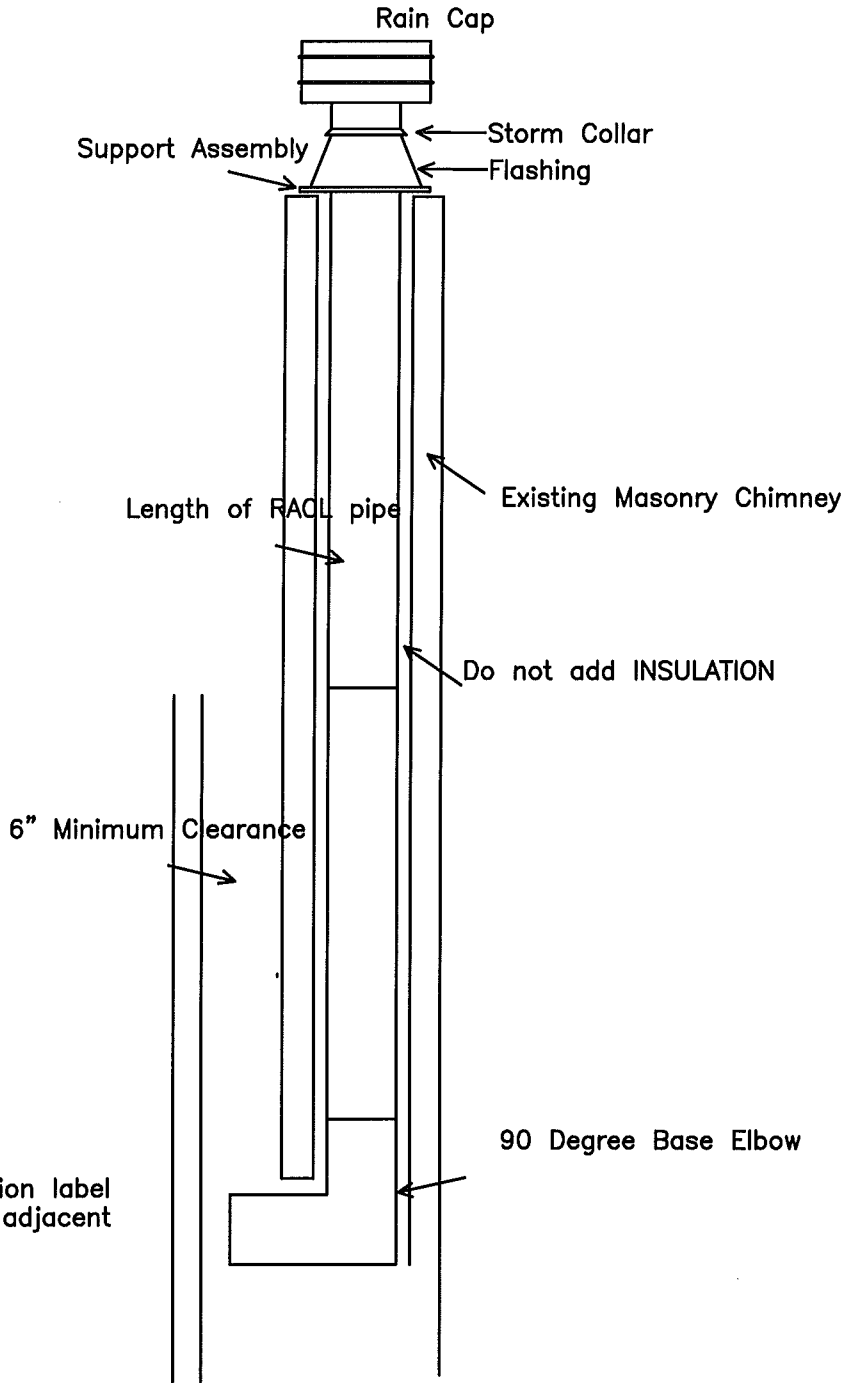

Figure 2 - Detail Support Plate Installation
7. Lorsque la longueur désirée est atteinte, fixez la section supérieure au sommet de la cheminée avec un ensemble de support. Fixez chaque assemblage au sommet de la cheminée en utilisant 4 pièces d'ancrage 1/4 "x1 1/4". Utilisez 4 pièces # 8x1 / 2 "S.M.S. (fournies) pour fixer le tuyau au support à travers les trous fournis (voir la figure 2)